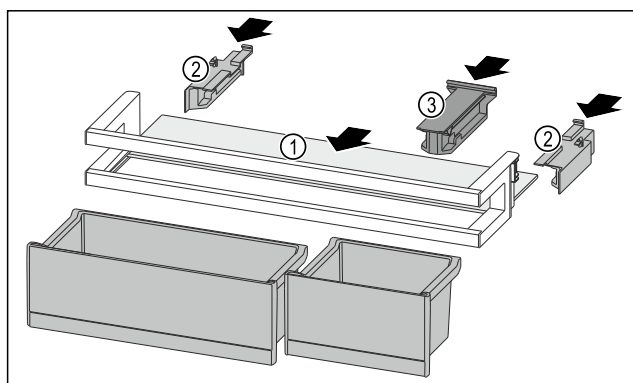

Fig. 120
- Zasuňte odkladaciu plochu Fig. 120 (1) do bočných vybrání.
- Vložte bočnice Fig. 120 (2).
- Vložte prídružný diel Fig. 120 (3).